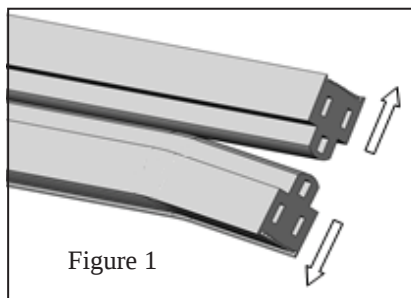

Figure 1
- Séparer les joints en tirant de chaque côté (figure 1)